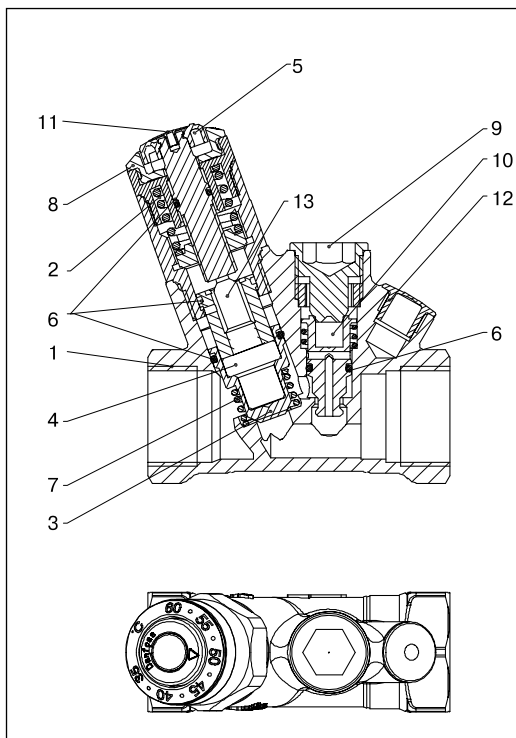

Рис. 120. Устройство базовой версии клапана MTCV:
Термозлемент (4) (рис. 120) при изменении температуры воды воздействует на конус клапана (3).